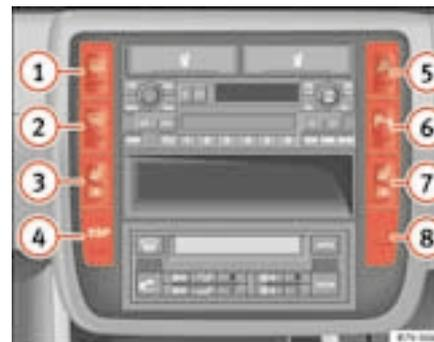

Abb. 88 Mittelkonsole:
- Drehen Sie den jeweilige Regler ⇒ **Abb. 88**, um die Sitzheizung einzuschalten. In Grundstellung **0** ist die Sitzheizung ausgeschaltet.